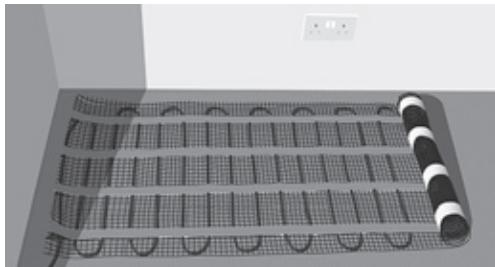
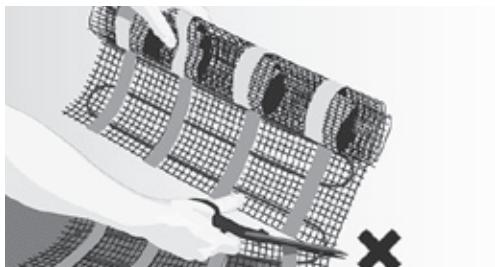
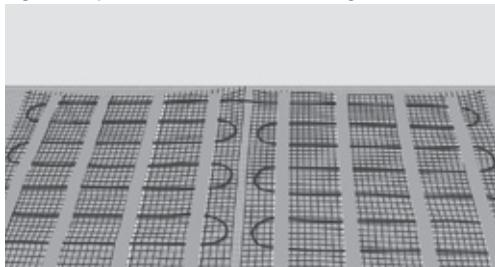

Fig. 4. Déployer le tapis
Fig. 5. Couper et tourner sans endommager le câble
Fig. 6. Plancher recouvert d'un tapis
8. Déployer le tapis sur le côté du treillis jusqu'à ce que vous atteignez le mur ou une obstruction (fig. 4). Couper et tourner le tapis pour continuer à le poser. Ne pas couper le câble (fig. 5). Répéter cette opération jusqu'à ce que vous ayez recouvert le sol (fig. 6).